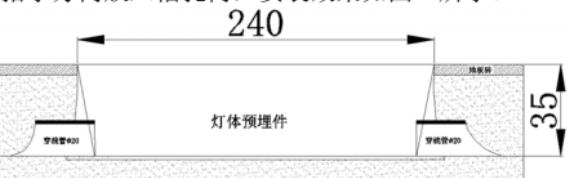

图 2
2. 在地面开Φ240mm×33.7mm 的槽孔, 根据灯具的指示方向放入槽孔内, 安装效果如图 2 所示。